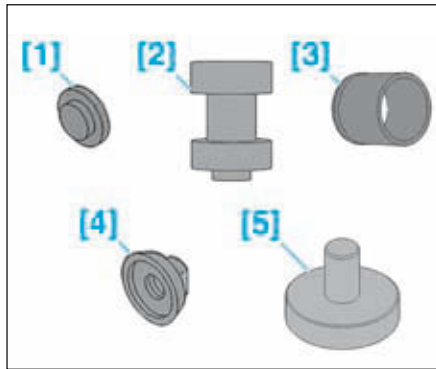

FIG.53
- [1]. Outil d'extraction de la cible de capteur de roue (référence : 0621-E / 9501-T.C2) (Fig.53).